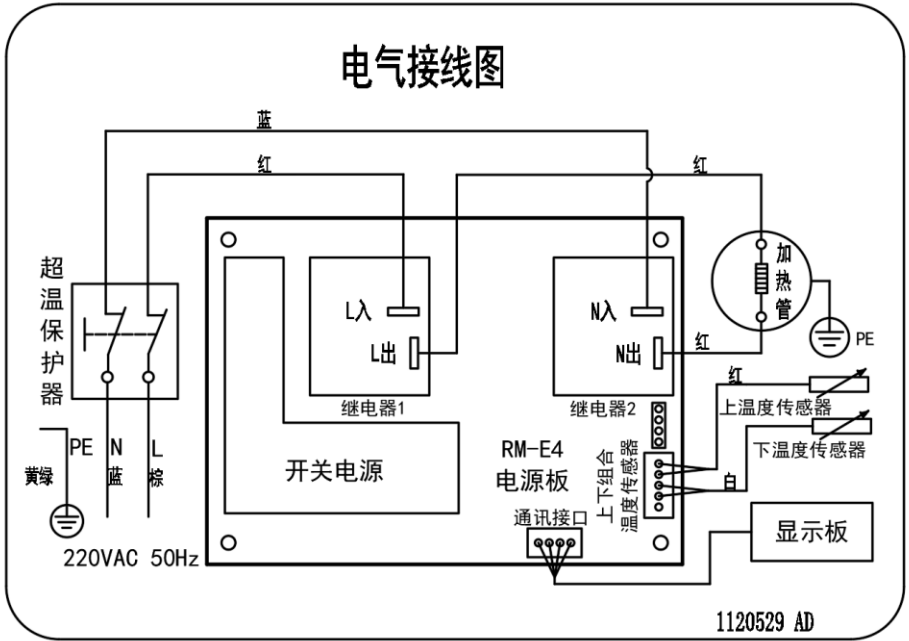

图 9
- ◆ 本热水器使用的电源为额定电压 220V/50Hz 的单相交流电，电气接线如图 9 所示。